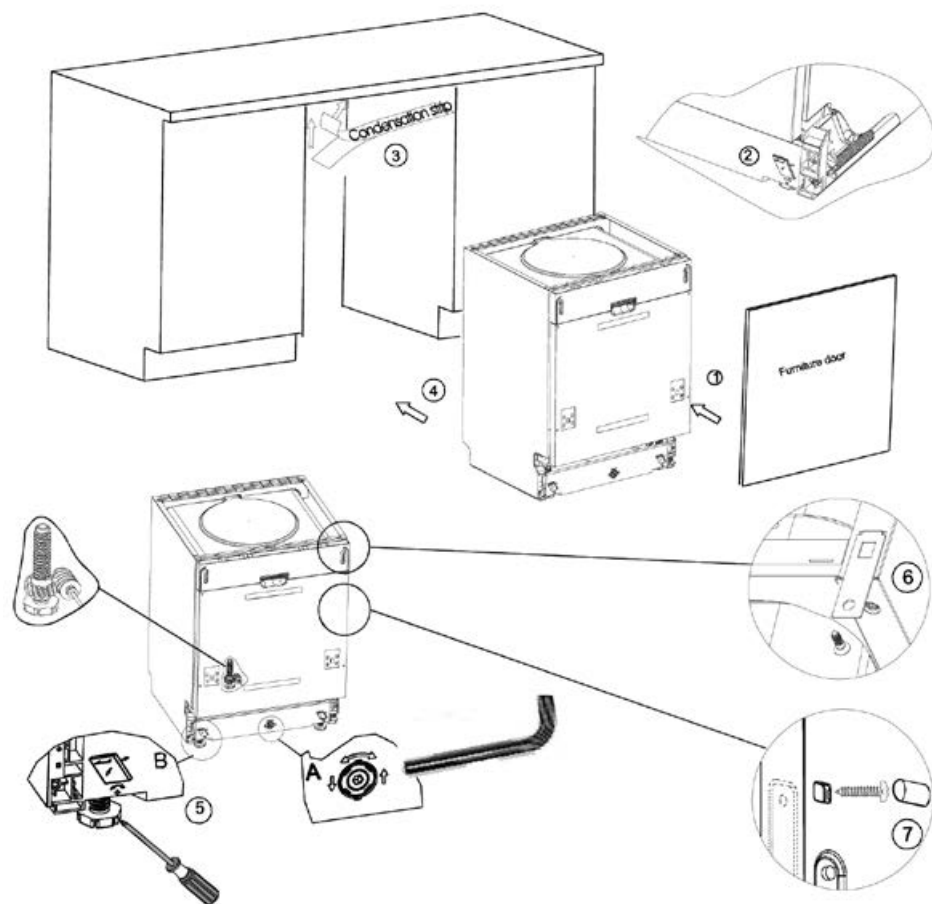

Рис. 7. Последовательность установки посудомоечной машины
1. Используя скобы, прикрепите декоративную дверцу от вашей мебели к дверце машины (см. п. 1 на рис. 7).
2. Отрегулируйте натяжение пружин дверцы при помощи торцевого ключа, поворачивая его по часовой стрелке для натяжения пружины и против часовой стрелки для того, чтобы ослабить пружины дверцы. Невыполнение данной операции может привести к повреждению посудомоечной машины (см. п. 2 на рис. 7).
6. Поместите посудомоечную машину на направляющие (см. п.4 на рис. 7).
9. Выверните машину. Задние ножки можно регулировать винтами, расположенными спереди (см. п. 6а на рис. 7). С помощью ключа отрегулируйте передние ножки (см. п. 6в на рис. 7).
А. Если у Вас столешница из дерева или ДСП, прикрутите машину к ней шурупами по дереву, будьте осторожны, вес машины может вырвать шурупы из дерева (см. п. 7 на рис. 7).
В. Если у Вас мраморная или гранитная столешница используйте скобы, чтобы прикрепить машину к стенам соседней мебели, при этом необходимо закрыть винты резиновыми шляпками, чтобы не повредить столешницу (см. п. 8 на рис. 7).
2. Машина разработана так, чтобы пользователь мог регулировать ножки, используя винты в передней части (см. рис. 7).